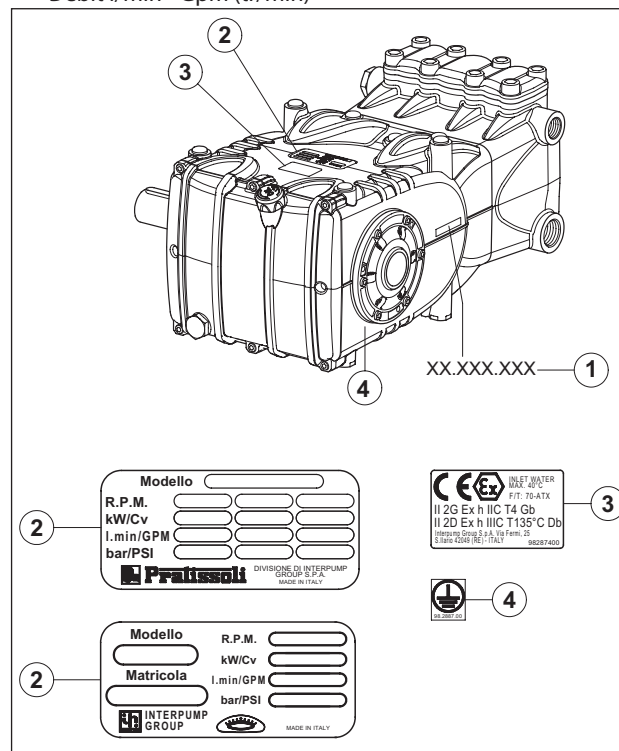

Fig. 1
Sur chaque pompe se trouvent un numéro de série XX.XXX. voir rep. ① et une plaque signalétique, voir rep. ② de Fig. 1 portant les indications suivantes :